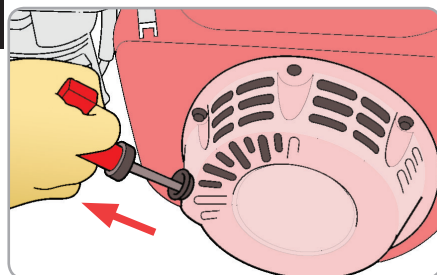

Fig.13
- Trageți sfoara până se simte rezistența, după care trageți cu putere pentru a porni (fig.13).